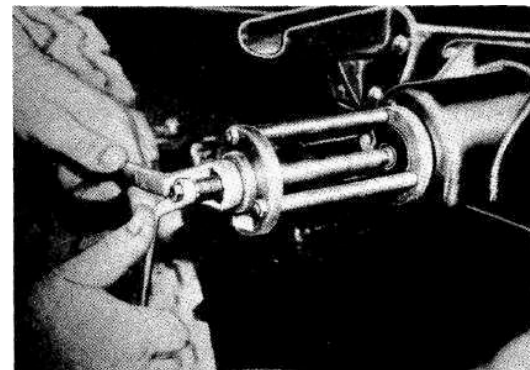

Bild 4-406
6. Federbolzen mit Flansch ausziehen. (Bild 4-406)